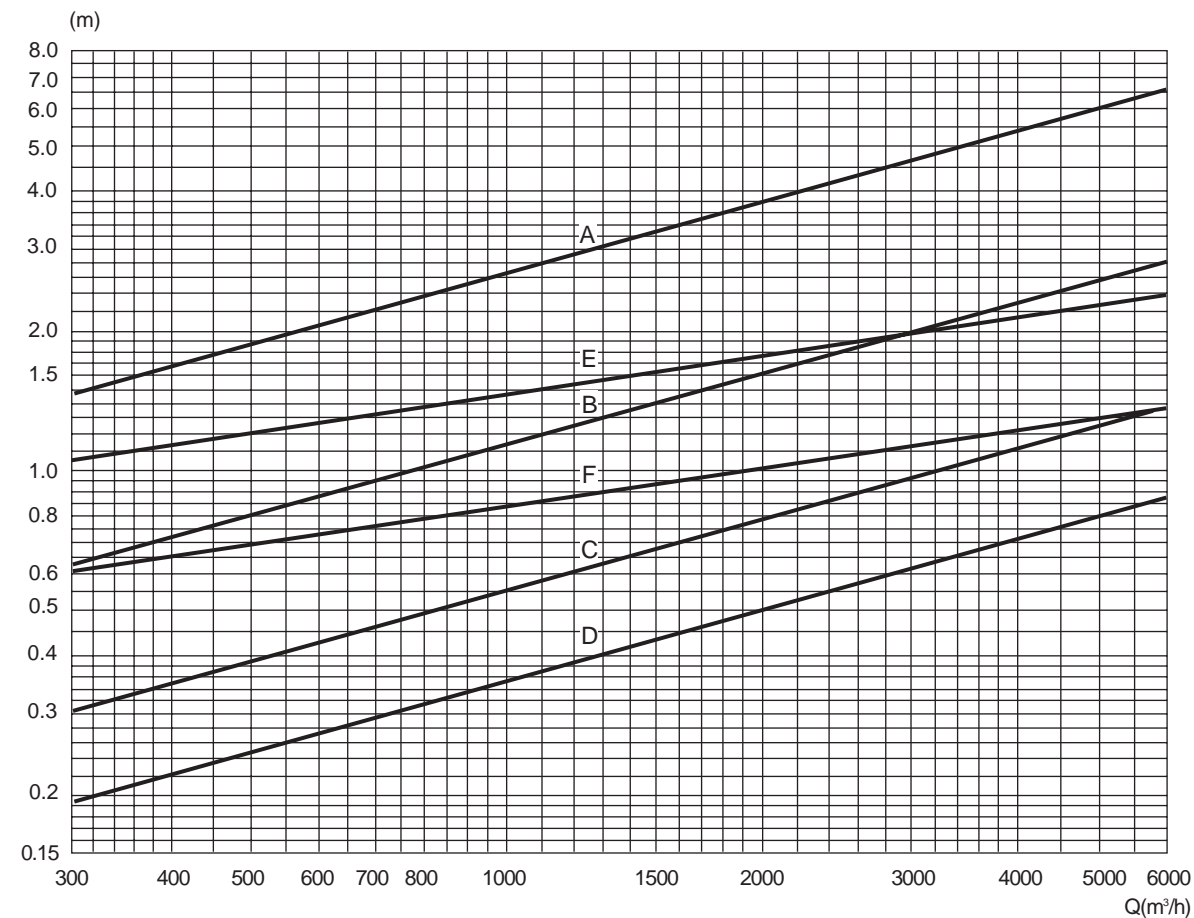
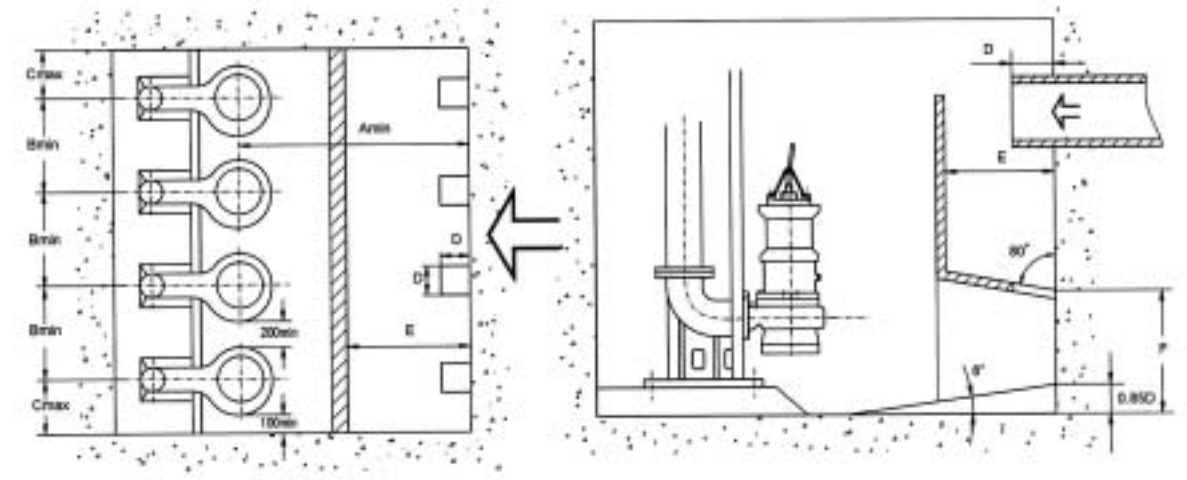
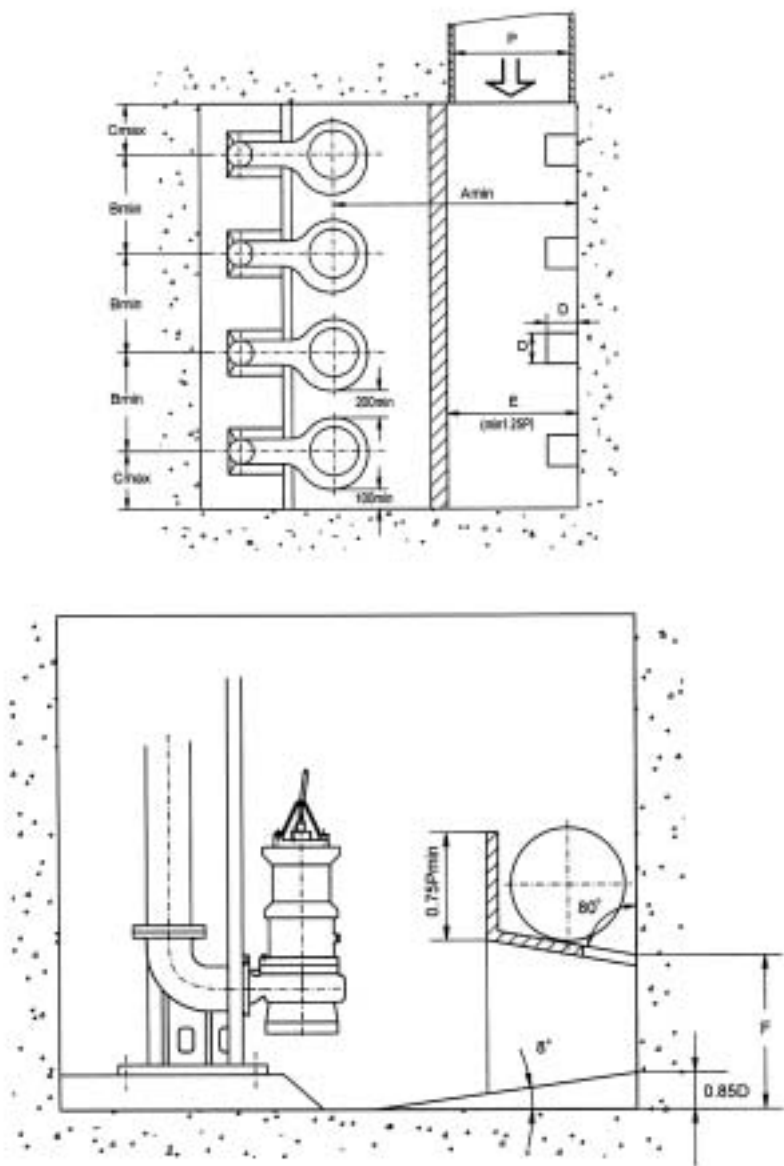

图1 有关进水池尺寸关系的确定
图2 正面进水, 高位进水口的进水池
图3 侧面进水，高位进水口的进水池
进水池的基本尺寸如图2、3、4、5中的A到F所示,这些尺寸依据泵的设计流量而定。A到F尺寸可在图1中查到。图中的推荐尺寸是给定流量下最优的,并在实践中得到证实。
根据进水管的位置可选择两种不同的高水位进口方案: (1) 正面进口 (图2); (2) 侧面进口 (图3)。
下图所示的进水池设计适用于污水从进水池的一侧进口。由于进口腔必须适应污水管的要求，它应比管的直径大25%。隔墙高度应至少是污水管直径的3/4倍。不然的话，进水池应采用类似于图2的结构。
如图2所示的标准矩形进水池设计原理，它能作为开发其它布置形式的进水池的基础。